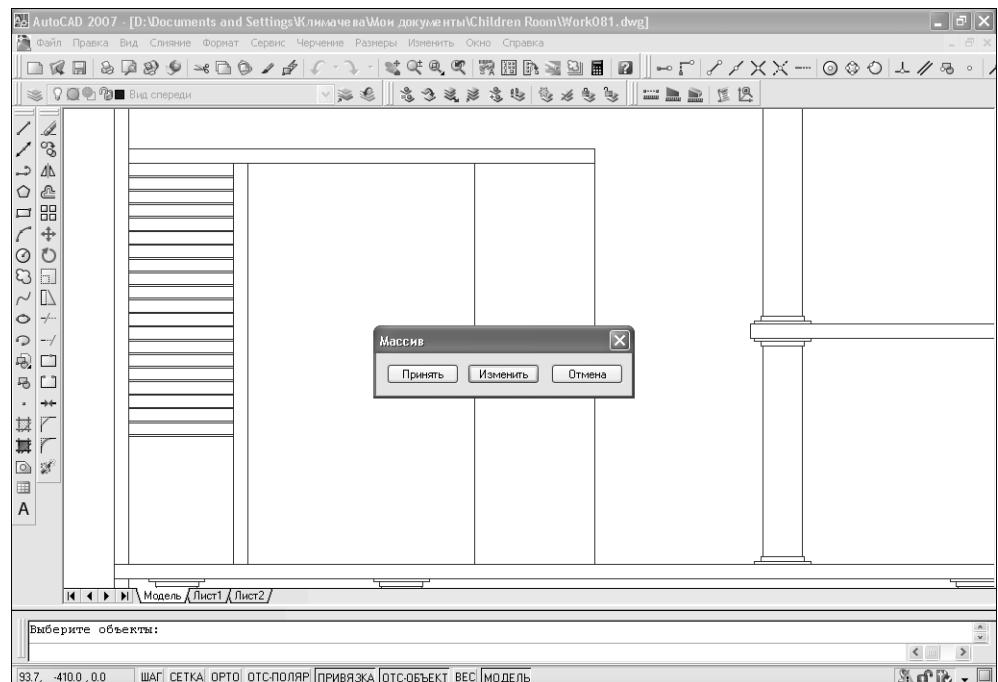

Рис. 8.35 ▼ Предварительный просмотр массива
7. Щелкните на кнопке **Просмотр** (Preview). Диалоговое окно **Массив** (Array) закроется, а на экране появится созданный массив и диалоговое окно **Массив** (Array) с тремя кнопками: **Принять** (Accept), **Изменить** (Modify) и **Отмена** (Cancel) (рис. 8.35).